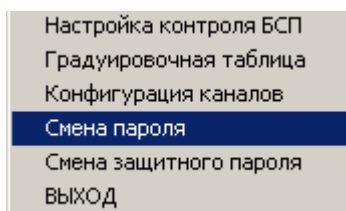

Рисунок 4.42
4.7.1 С помощью ПКн из формы настройки контроля («Настройка в БР» или «Настройка в БСП») выбрать опцию «Смена пароля» (рисунок 4.42). В результате на экране появится форма, представленная на рисунке 4.43.